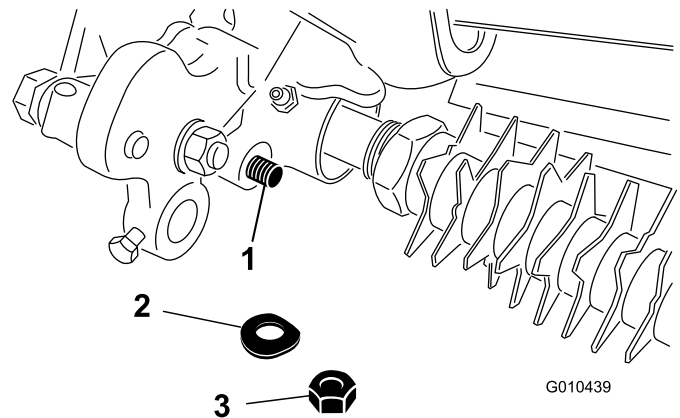

Figura 31
4. Retire la contratuerca y la arandela de muelle que sujetan el extremo de la varilla del brazo de ajuste de la altura de corte al conjunto de transmisión del acondicionador (Figura 31).